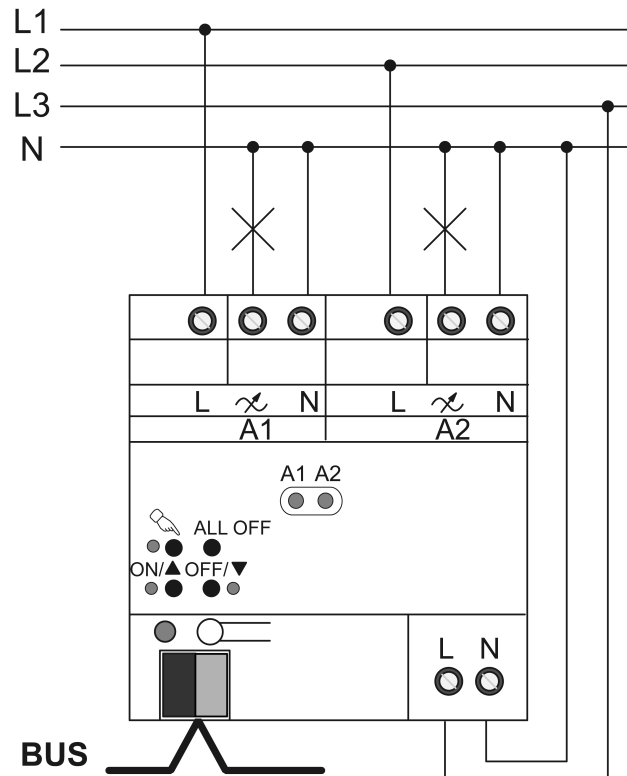

Figura 4: Attuatore regolazione di luminosità - Esempio di collegamento
- Collegare l'apparecchio secondo lo schema esemplificativo (Figura 4).